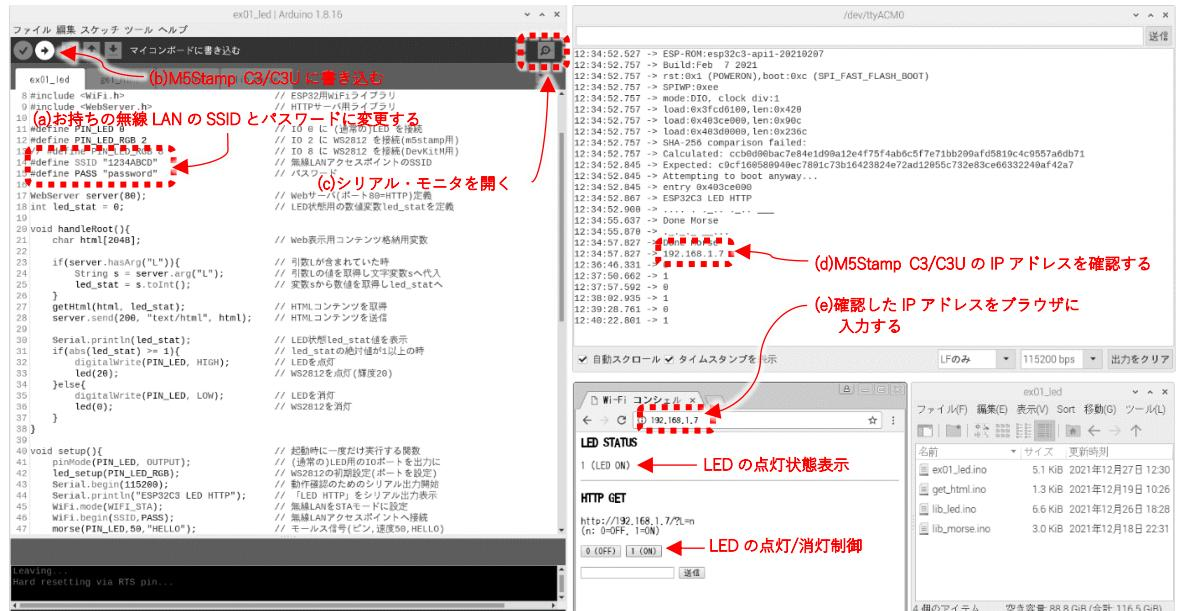

図 2-2 LED を制御するプログラム ex01_led.ino を実行したときの様子
プログラムは、準備②でダウンロードした learning→ex01_led→ex01_led.ino ファイルを Arduino IDE で開き、図 2-2 の(a)の箇所にお手持ちの無線 LAN アクセスポイント（ホーム・ゲートウェイ）の SSID とパスワードを記入してから、(b)右矢印ボタンをクリックして M5Stamp C3/C3U モジュールに書き込んでください。